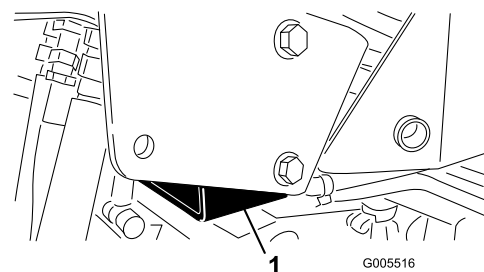

Figure 34
- Côté droit – sous l'appui de cric et adjacent au support du système antiretourneement (ROPS) (Figure 34)